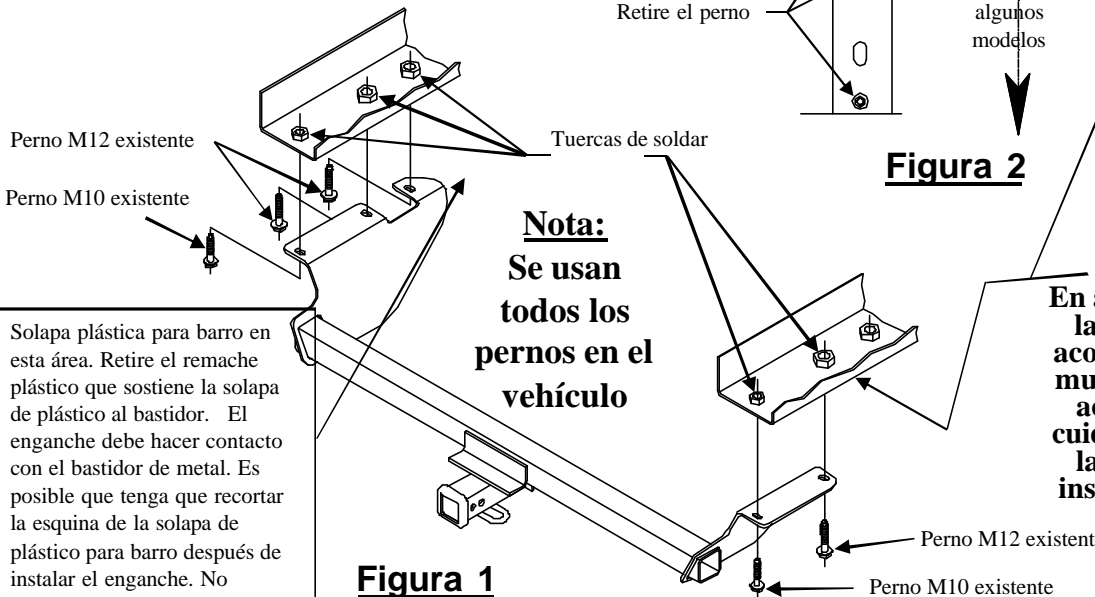

Figura 1
3. Retire el remache plástico que sostiene la solapa de plástico para barro al bastidor del lado del conductor. Es posible que tenga que recortar el plástico después del paso (4). No reinstalará el remache plástico.
4. Levante el enganche a su posición como se muestra en la Figura 1 y una con los pernos existentes que se retiraron en el paso 2. Apriete a mano.